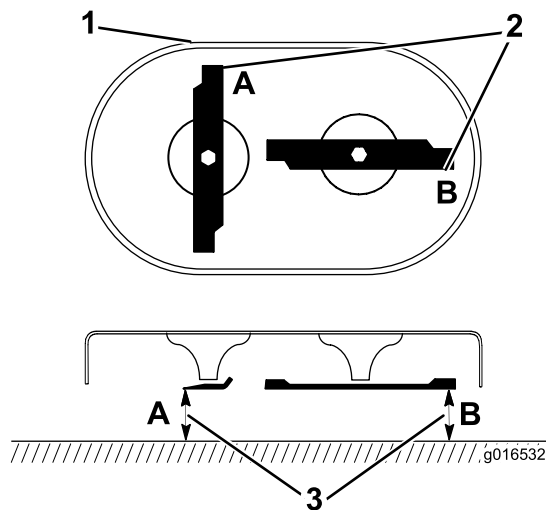

Figure 42
1. Tournez les lames à la position indiquée à la Figure 42.
2. Mesurez la distance entre une surface plane et le tranchant aux points A et B, (Figure 42), et notez les deux dimensions.
3. Faites tourner les pointes de sorte que leurs extrémités opposées soient aux points A et B (Figure 42).